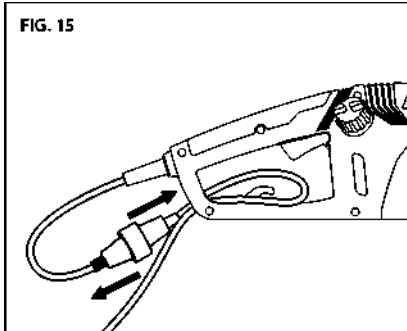

FIG. 15
- Για να χρησιμοποιήσετε το άγκιστρο συγκράτησης, διπλώστε το καλώδιο σε σχήμα U και τοποθετήστε το στο κενό της οπίσθιας χειρολαβής. Σύρετε τη θηλιά του καλωδίου στο άγκιστρο και τραβήξτε ελαφρά μέχρι να σφίξει (Fig.15)